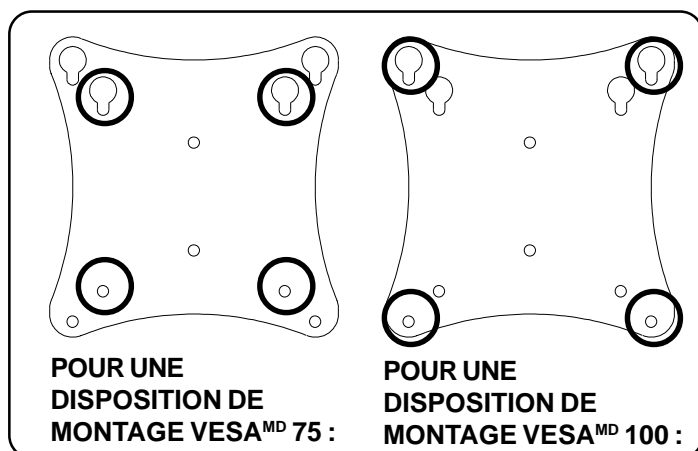

fig. 2.1
**2** Insérez deux vis M4 x 12 mm (**A**) dans les trous supérieurs du moniteur, en laissant environ 0,64 cm (1/4 po) de filetage exposé. Accrochez les vis aux boutonnières de la plaque d'adaptation tel qu'indiqué sur les figures 2.1 et 2.2.